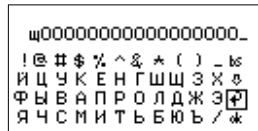

Рис. 17. Экранная клавиатура
1. С помощью кнопок  и  выберите нужное поле (имя кабеля, имя волокна) и нажмите кнопку . На экране появится экранная клавиатура (рис. 17).